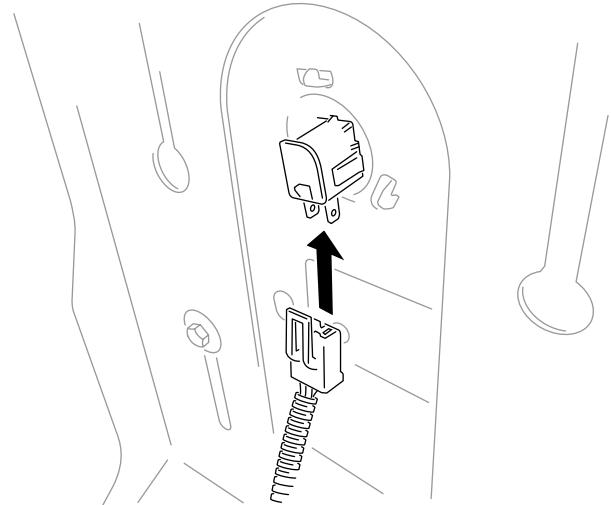

Figure 7
5. Branchez le contacteur du siège (Figure 7).